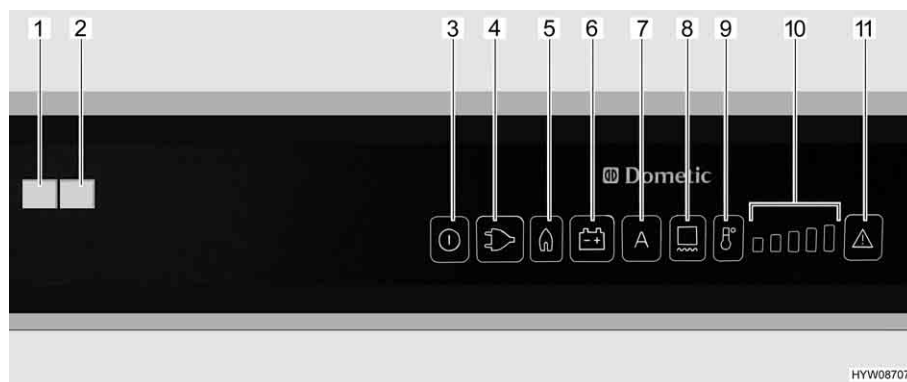

Fig. 102 Elementi di comando per il frigorifero (Dometic RMD)
Se è impostata la modalità di funzionamento "AES", la tensione a 230 V **non** è allacciata e il motore del veicolo è **spento**, il sistema AES seleziona il rifornimento di gas. Selezionando il funzionamento a gas, il dispositivo di sicurezza si apre automaticamente, così che il gas possa fluire al bruciatore. Contemporaneamente si inserisce l'accenditore elettronico. Se la fiamma del gas si spegne, p. es. a causa di un colpo di vento, l'accenditore viene subito azionato riaccendendo il gas. In caso di guasto del funzionamento a gas, lampeggiano i tasti luminosi "Gas" (Fig. 102,5) e "Guasto" (Fig. 102,11). La spia di controllo "Guasto" (Fig. 102,1) è accesa e viene emesso un allarme acustico per 20 secondi.
Dopo l'accensione il frigorifero seleziona automaticamente la regolazione intermedia del termostato. Questa regolazione può essere modificata manualmente tramite il tasto di selezione del livello di temperatura (Fig. 102,9). Le spie di controllo (Fig. 102,10) indicano la temperatura selezionata sul termostato. Il tasto di selezione del livello di temperatura permette di regolare la temperatura di refrigerazione per tutti e tre i tipi di energia. Ci vogliono alcune ore prima che il frigorifero raggiunga la temperatura normale di esercizio. Cambiando la modalità di funzionamento la regolazione del termostato non viene modificata. La temperatura di refrigerazione è indipendente dal tipo di energia utilizzata.
- Accendere il riscaldamento del telaio per 2 ore: Premere una volta il tasto (Fig. 102,8). Sull'indicazione dei gradi di temperatura (Fig. 102,10) si accende una barra.
- Accendere il riscaldamento del telaio per 5 ore: Premere due volte il tasto (Fig. 102,8). Sull'indicazione dei gradi di temperatura (Fig. 102,10) si accendono due barre.
- Regolazione del riscaldamento del telaio ad esercizio continuo: Premere tre volte il tasto (Fig. 102,8). Sull'indicazione dei gradi di temperatura (Fig. 102,10) si accendono tre barre.
L'indicazione dei gradi di temperatura (Fig. 102,10) indica per alcuni secondi la durata di esercizio del riscaldamento del telaio.
Nel caso di temperature esterne ed umidità dell'aria elevate è possibile che si formino gocce d'acqua sul telaio in metallo del vano congelatore. Per questo motivo il frigorifero è dotato di un riscaldamento del telaio per il vano congelatore. Nel caso di temperature e umidità dell'aria elevate, accendere il riscaldamento del telaio con il tasto (Fig. 102,8). È possibile così evitare fenomeni di corrosione. Quando il riscaldamento del telaio è acceso, si accende il tasto luminoso (Fig. 102,8).
- Premere il tasto On/Off (Fig. 102,3) per circa 2 secondi. Il frigorifero si accende e viene visualizzato l'ultimo tipo di energia impostato, oppure "AES".
- Impostare la temperatura di refrigerazione con il tasto di selezione del livello di temperatura (Fig. 102,9). Le spie di controllo (Fig. 102,10) indicano la temperatura selezionata sul termostato.
- Premere il tasto On/Off (Fig. 102,3) per circa 2 secondi. Il frigorifero si spegne e le indicazioni smettono di lampeggiare.